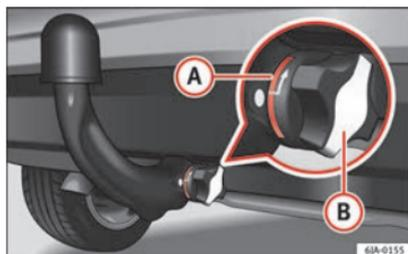

Fig. 200 Sujeción correcta de la barra de cabeza esférica.
- La marca roja **(A)** » fig. 200 en la ruedecilla manual señala hacia la marca blanca en la barra de cabeza esférica.